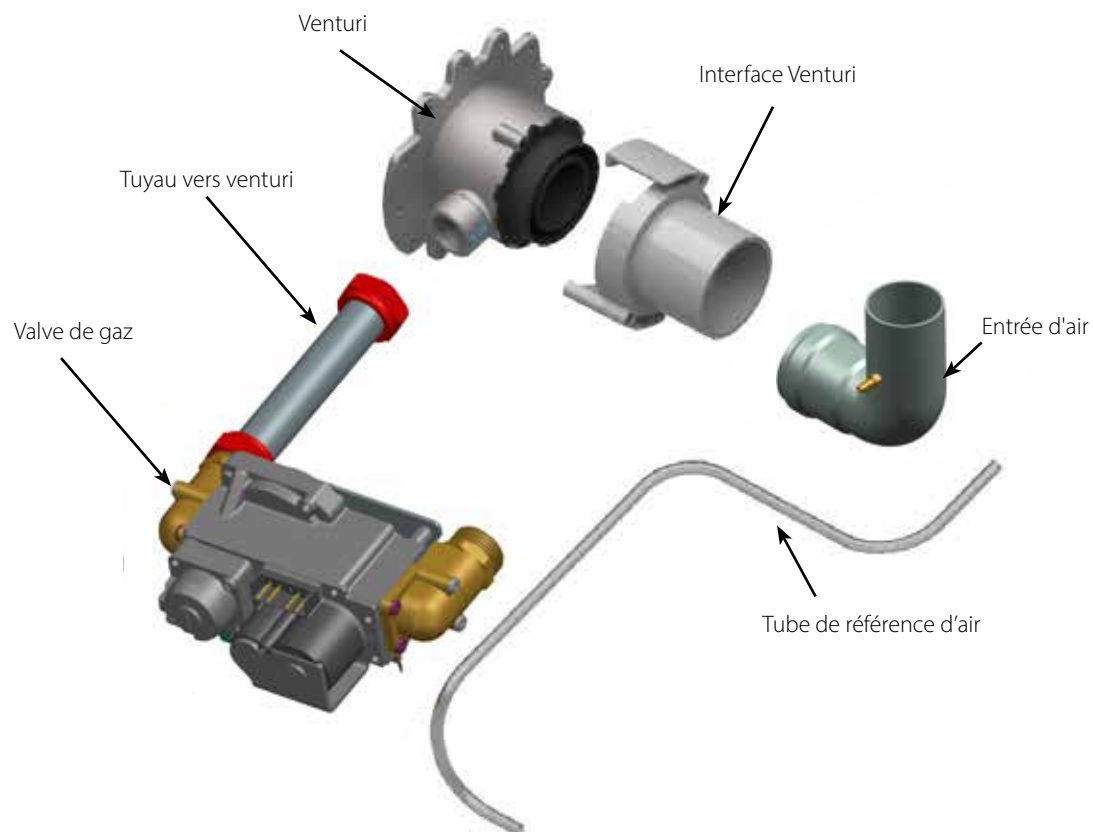
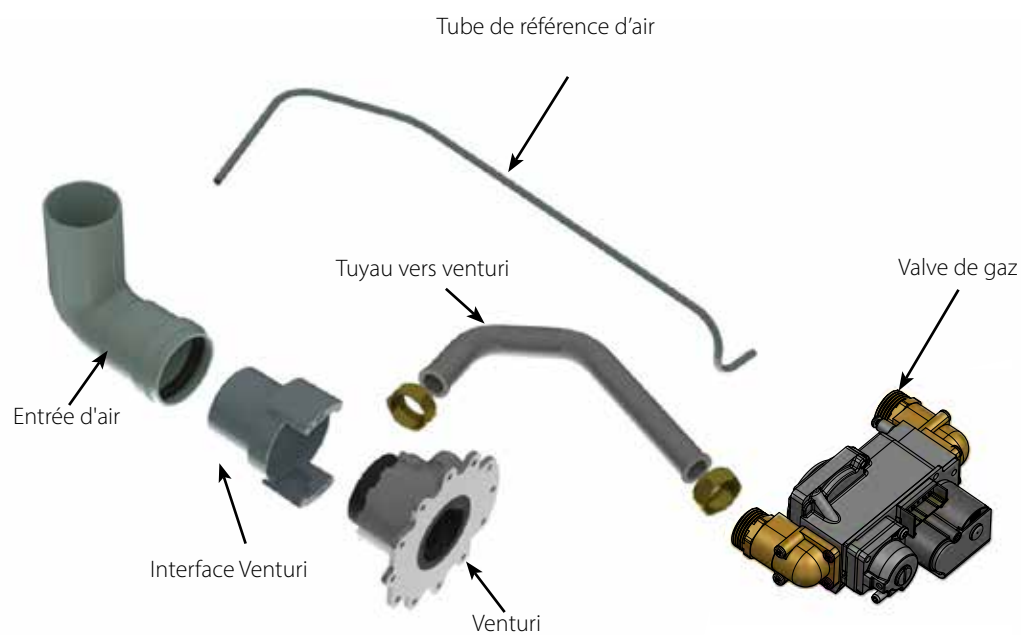
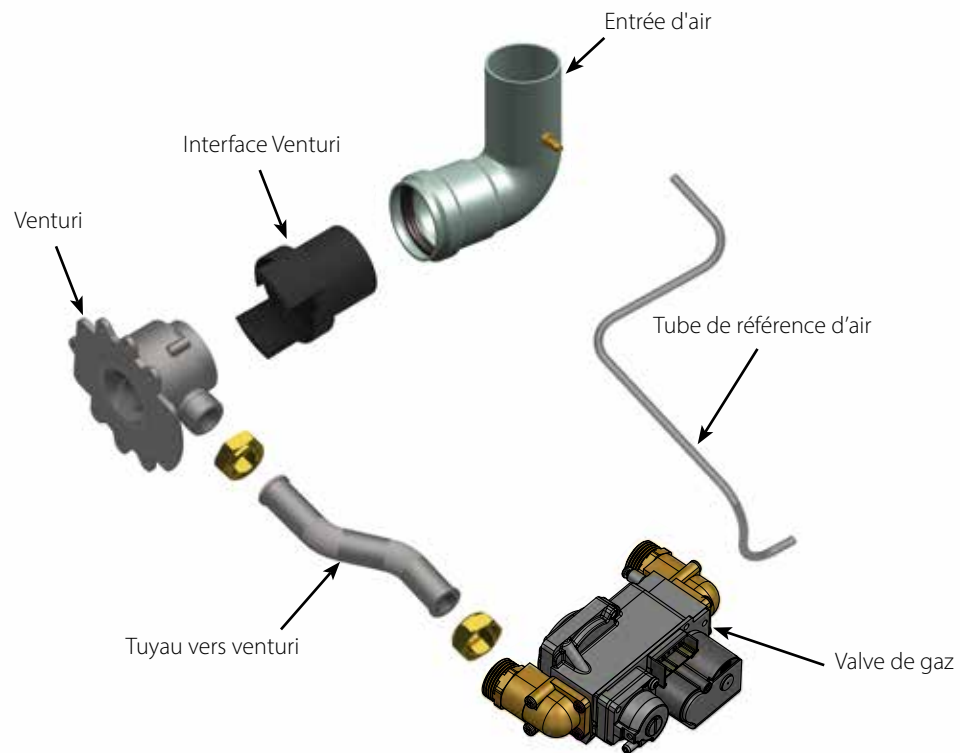

Fig. 24 - Ensemble venturi / valve de gaz - Instinct FSB Solo 110
Fig. 25 - Ensemble venturi / valve de gaz - Instinct FSB Solo/Combi 155
Fig. 26 - Ensemble venturi / valve de gaz - Instinct FSB Solo/Combi 199
- Avant le démarrage, veillez à ce que l'unité soit réglée pour l'allumage du gaz propane. Vérifiez la plaque signalétique pour connaître le type de carburant. Vérifiez le venturi pour voir l'étiquette de conversion au propane. En cas de conflit ou de doute sur la configuration du brûleur, retirez le venturi et vérifiez la bonne taille de l'orifice de gaz propane sur l'étiquette du venturi. Consultez les tableaux 1 et 3 ci-dessous. Voir la figure 24, la figure 25 et la Fig. 26 pour connaître l'emplacement du venturi. Consultez les instructions relatives à la conversion au propane pour savoir comment retirer et remplacer correctement le venturi.